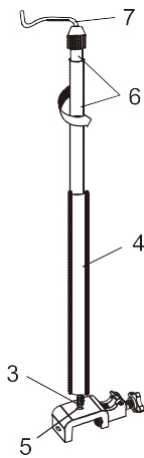

Figure 7
3. Enfillez la vis (3) au bas de la tige de la barre de suspension (4) dans le trou de fixation approprié (5) du serre-joint en C (figure 7).